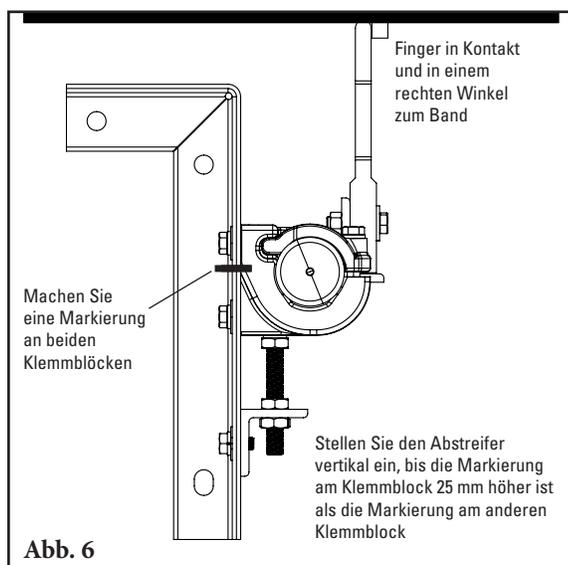

Abb. 6
- Sobald die Finger in einem rechten Winkel zum Band ausgerichtet wurden, die **Schrauben des Klemmblockes anziehen**. Den Abstreifer mit Hilfe der Einstellhalterung nach oben bewegen, bis die Finger das Band berühren. Nun wird eine Markierung an beiden Klemmblocks gesetzt. Von dieser Markierung aus, wird der Abstreifer weitere 25mm nach oben bewegt, damit eine leichte Spannung auf das Band entsteht. Die Finger mit der Hand in Bandlaufrichtung drücken. Kontrollieren, ob alle Schrauben angezogen sind und ersten Probelauf starten. Abhängig von Material und Bandgeschwindigkeit, kann der Kontakt von 25mm auf maximal 50mm erhöht werden. Nach jeder Justierung einen weiteren Probelauf durchführen (Abb. 6).